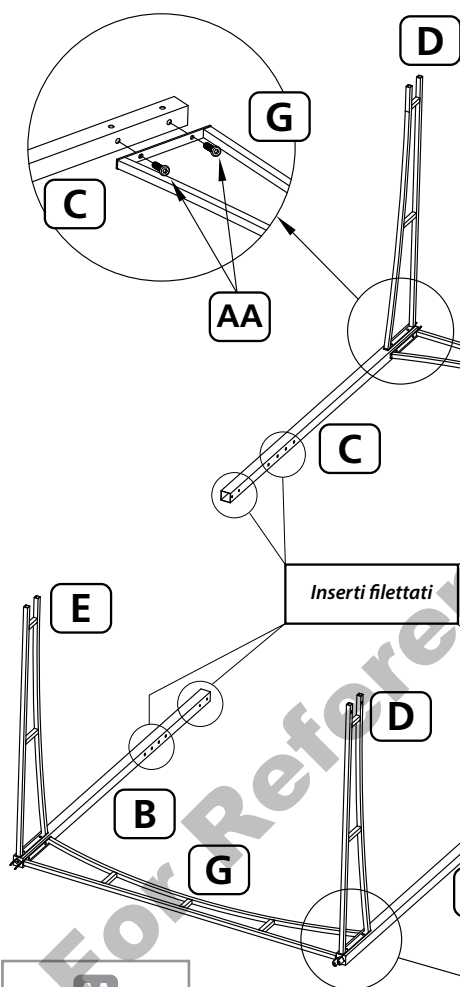

Fig. 1
Inserire due bulloni M6x15 (AA) attraverso gli occhielli dell'apribottiglie (R) e negli inserti filettati presenti sul palo superiore (A), vedere la Fig. 1. Inserire due bulloni M6x15 (AA) attraverso gli occhielli all'estremità dell'arcata laterale (G) e negli inserti filettati che si trovano nella parte alta del palo superiore (C), parallelamente al palo superiore (A), vedere la Fig. 2. Inserire due bulloni M6x15 (AA) attraverso gli occhielli all'estremità opposta dell'arcata laterale (G) e negli inserti filettati che si trovano nella parte alta del palo superiore (A). Per collegare la seconda parte H alla parte B e la seconda parte C, procedere come segue.